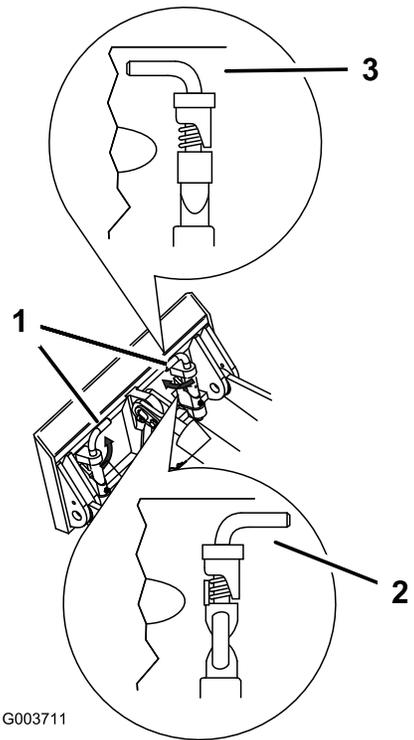

Figura 33
- Acople los pasadores de enganche rápido, asegurándose de que están correctamente introducidos hasta el fondo en la placa de montaje (Figura 33).